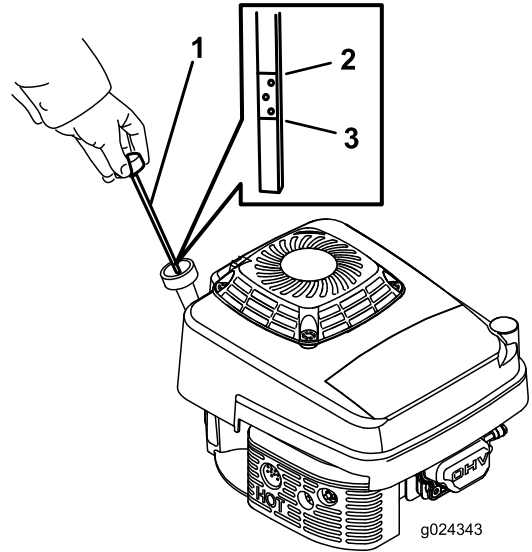

Figura 8
2. Scoateți joja rotind capacul în sens invers acelor de ceasornic i trăgându-l (**Figura 8**).
7. Verificați nivelul de ulei indicat pe joja (**Figura 8**).